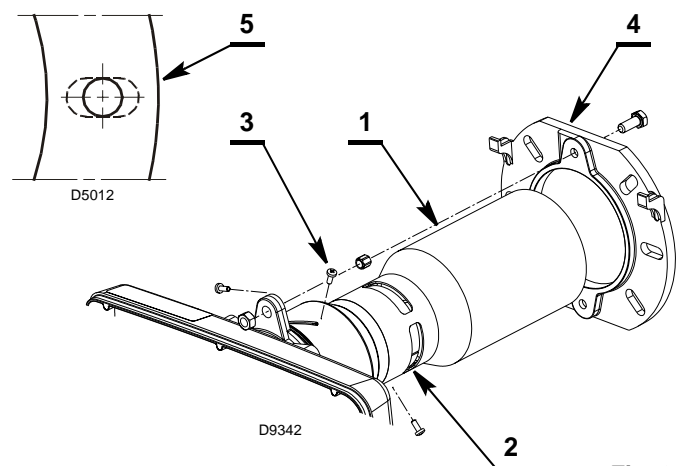

Fig. 6
- Montare il tubo fiamma 1) (Fig. 6) sul gruppo testa di combustione 2).
- Inserire sulla flangia 4) la vite e i due dadi (Fig. 6).
- Allargare, se necessario, i fori dello schermo isolante 5) (Fig. 6), avendo cura di non danneggiarlo.